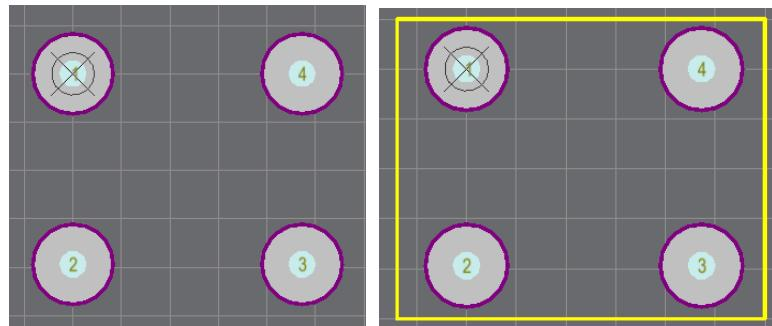

图 6-6.51 好焊盘和丝印
**Step4:** 放置好焊盘后。在 Top Overlay 层上绘制外框，如图 6-6.51 所示。